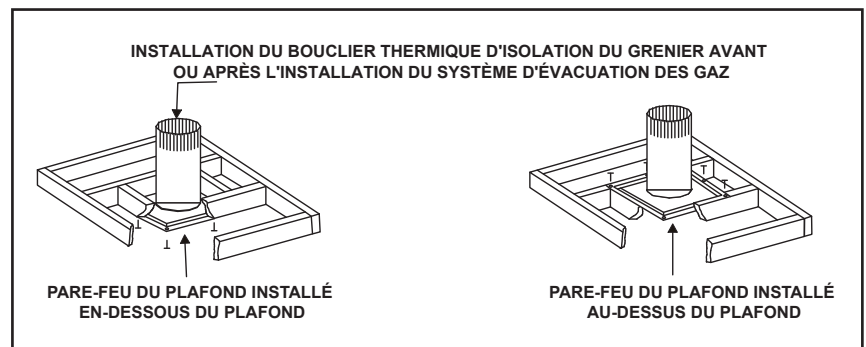

Figure 5.4 Installation du bouclier thermique du grenier
- Le pare-feu du plafond peut être installé sur ou sous les poutres de soutien du plafond lorsqu'il est installé avec un bouclier thermique d'isolation du grenier. Il doit être sous les poutres de soutien entre les planchers non isolés. Voir la figure 5.4.